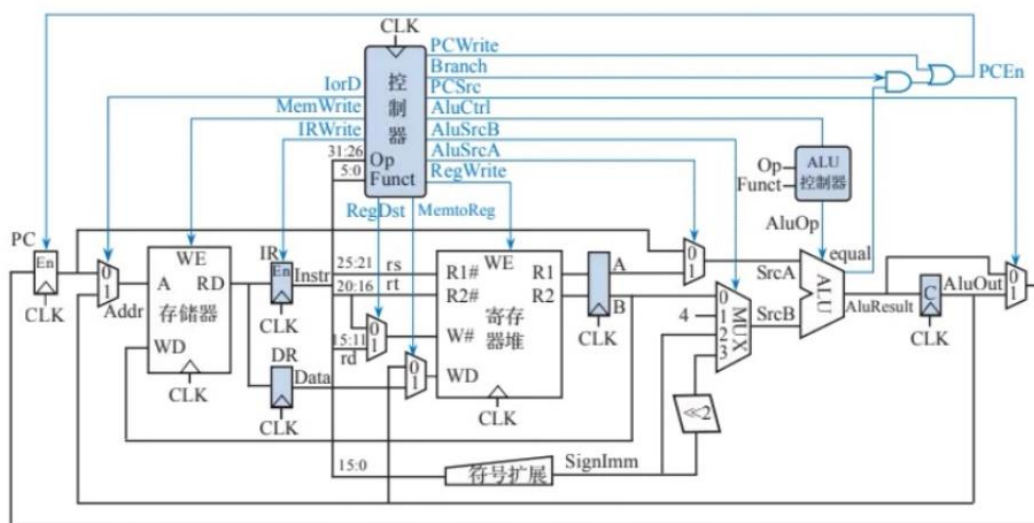

图 6.27 多周期 MIPS 处理器的数据通路高层视图
6.9 修改图 6.27 所示的多周期 MIPS 处理器,使其能够支持如下 MIPS 指令,具体指令功能请查阅 MIPS32 指令手册。试描述需要增加修改哪些数据通路和控制信号,尝试给出各指令的执行流程和每一步的操作控制信号。